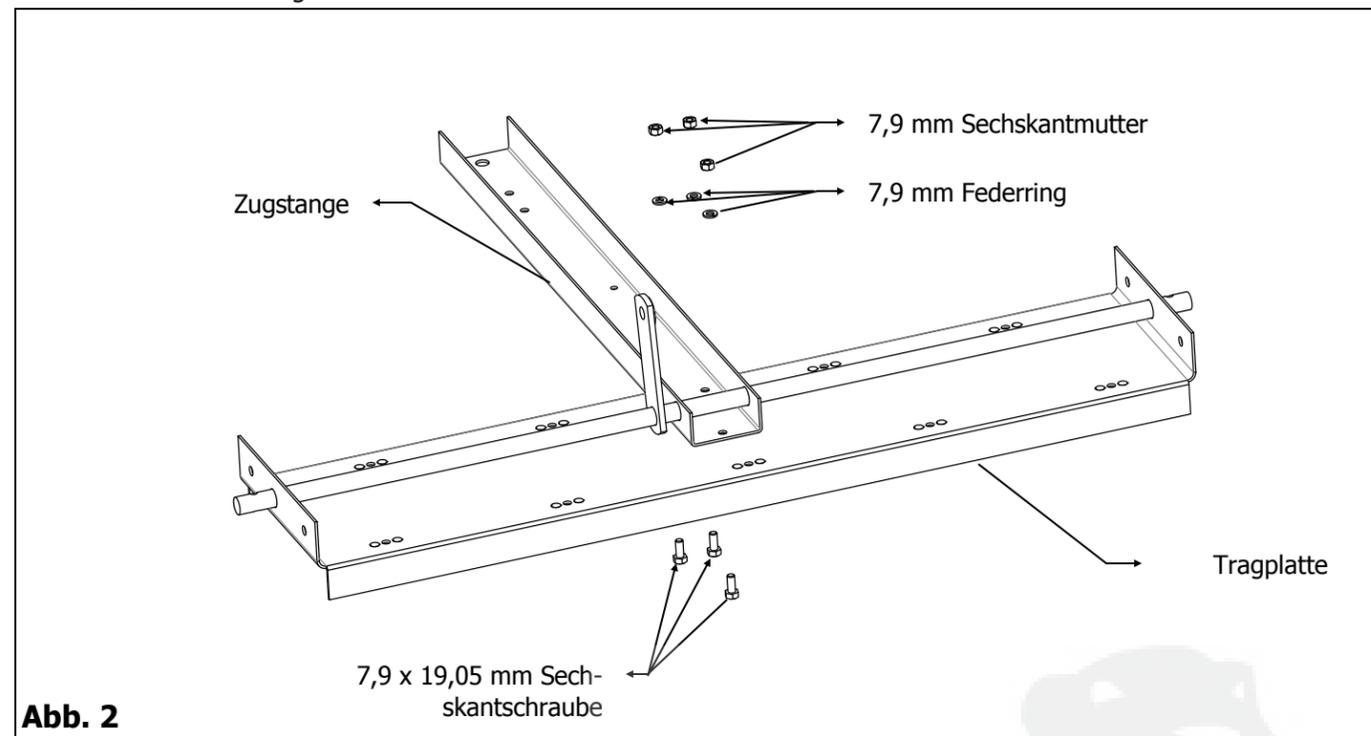

Abb. 2
2. Richten Sie die drei hinteren Löcher in der Zugstange an den entsprechenden Löchern in der Tragplatte aus. Stecken Sie eine 7,9 x 19,05 mm Sechskantschraube in einer der Löcher in der Tragplatte und dann durch das entsprechende Loch in der Zugstange. Stecken Sie eine 7,9 mm Unterlegscheibe auf die Schraube, gefolgt von einem 7,9 mm Federring und sichern Sie diese mit einer 7,9 mm Sechskantmutter. Wiederholen Sie diesen Vorgang bei den restlichen zwei Löchern. Siehe Abbildung 2.